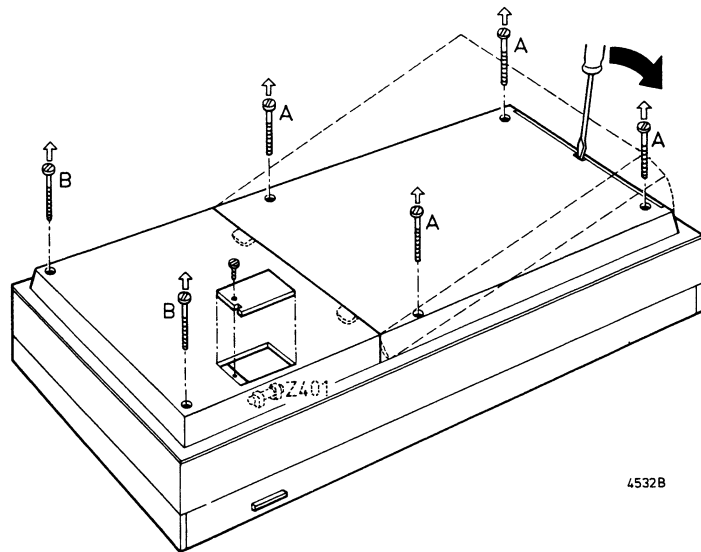

Fig. 2
I. AUS- UND EINBAU DES GERÄTS (Abb. 2)